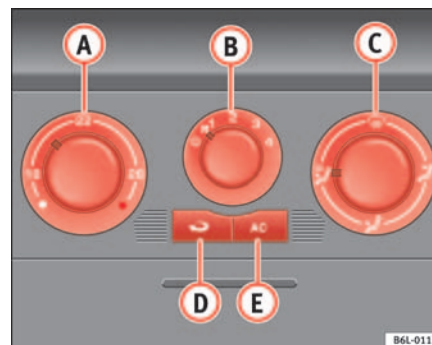

Fig. 86 Mandos del Aire Acondicionado en el tablero de instrumentos
- Con los reguladores \Rightarrow fig. 86 A y C y con el mando B se regula la temperatura, la velocidad del ventilador y la distribución del aire.